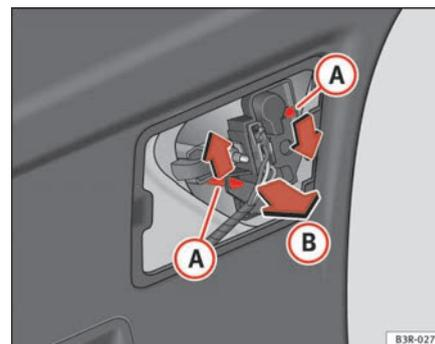

Fig. 228 Desmontar el portalámparas
- Haga presión sobre las lengüetas **A** ⇒ página 293, fig. 228 en el sentido de las flechas y extraiga el portalámparas tirando en el sentido que indica la flecha **B**.